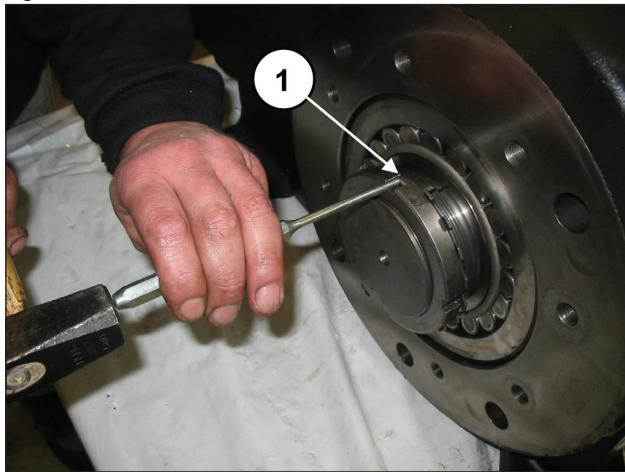

Fig. 16
Levantar la lengüeta de la arandela de seguridad (pos. ①, Fig. 16).